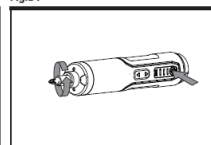

Fig.C1
1. FONCTION AVANT/ARRIÈRE (VOIR FIG. C1, C2)
Appuyez sur l'une des extrémités du bouton avant/arrière pour arrêter le tournevis. Relâchez-le complètement pour l'arrêter. Rotation avant (sans horaire) : appuyez sur le bouton de rotation avant pour visser (Fig. C1).